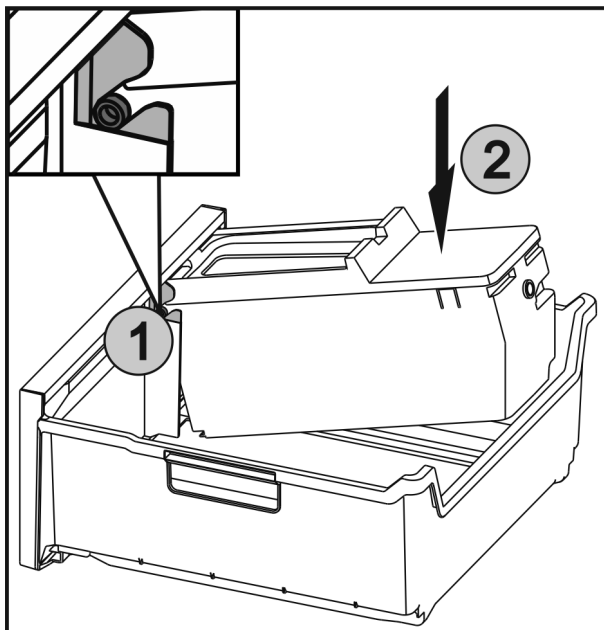

Fig. 50
- ▶ Introducir los ejes Fig. 50 (1) del EasyTwist-Ice en las guías y presionar la parte posterior Fig. 50 (2) hasta que encaje la lengüeta.